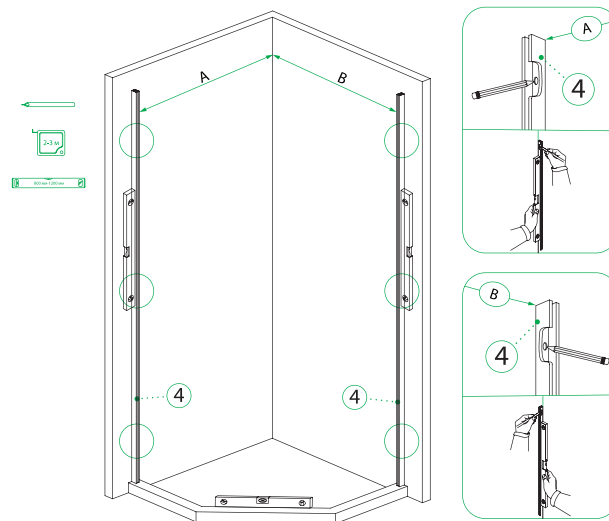

Рис. 5/5-сур.
2. Приложите пристенные профили (4) к стене, выровняйте по уровню и произведите разметку отверстий для шурупов (25, рис. 5).